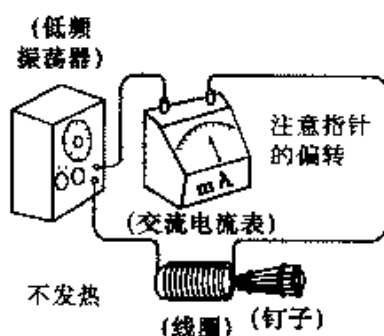

图 2 线圈限制交流电流
① 按图 2 所示接好线, 在铁芯未插入线圈内的情况下, 调高振荡器的电压, 使电流表的指示值为最大(振荡器的频率适当即可)。
② 再把铁芯慢慢地插进线圈内(电感  $L$  逐渐增大), 电流逐渐减小。
③ 把铁芯固定在适当位置, 很明显, 随着振荡器的频率增高, 电流就逐渐减小。
④ 实验中确认线圈里即使有电流流通也不会发热。